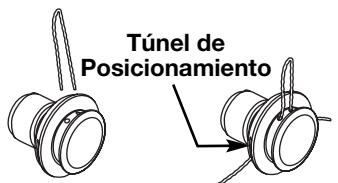

Fig. 8
4. Inserte ambos extremos de su línea a través de los agujeros adecuados en el lado de la cabeza de corte (Fig. 8).